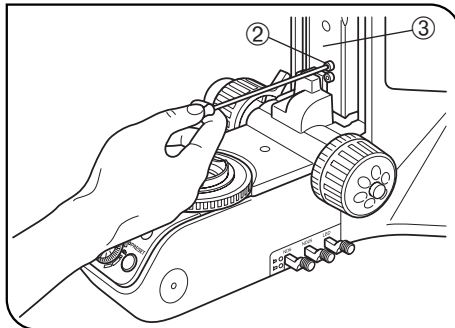

Abb. 16
3. Den Grobtrieb drehen und den Fokussierblock ③ anheben, bis die Anschlagsschraube ② im Arm zu sehen ist. (Abb. 16)
4. Die obere Anschlagsschraube ② mit dem Sechskant-Schraubendreher lösen und entfernen.